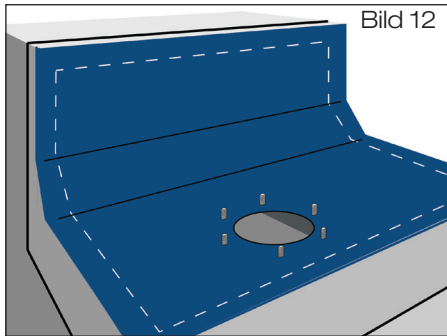

Bild 12
2.4 Zweite Lage der **Dachdichtungsbahn** über Ablauf ausrollen. Mit Locheisen Löcher $\varnothing = 14$ mm für die Durchführung der Gewindebolzen in der Dachdichtungsbahn vorsehen. Der Losflansch kann als Schablone genutzt werden (Bild 12). Zweite Lage der Dachdichtungsbahn zurückrollen, Anschlussmanschette und zweite Lage der Dachdichtungsbahn gemäß Verlegevorschriften des Dachdichtungsbahnherstellers verschweißen.